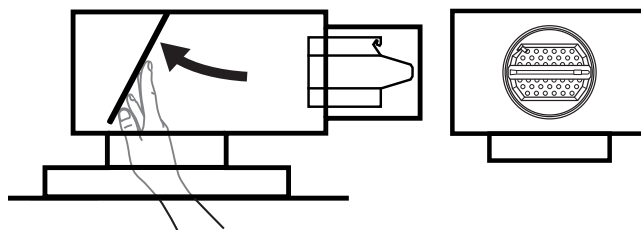

Bild 2. Fördelningsplåten fälls åt sidan vid rengöring.
- 3) Lossa fördelningsplåten genom att vrida låsmekanismen på varje sida av plåten och därefter fälla den åt sidan, bort från spjällinsatsen, se bild 2.